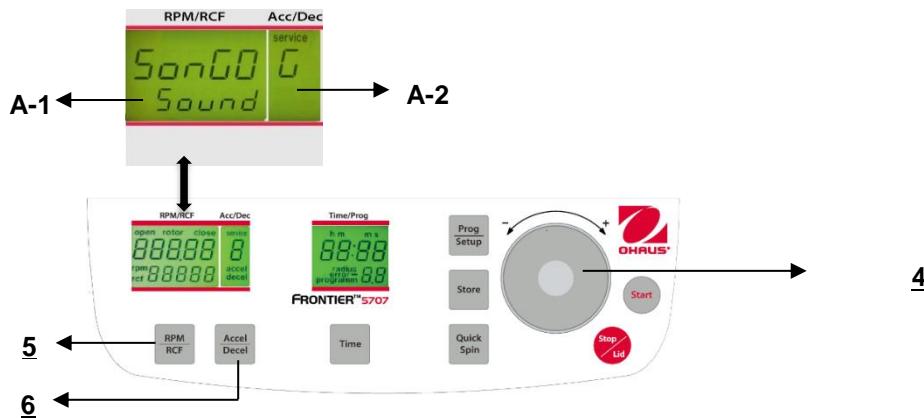

Abbildung. 31
Fahren Sie fort wie unter Punkt 4.1.2 beschrieben, um in den Programmmodus einzutreten und drücken Sie dann die Taste "**Accel/Decel**" (6). Auf der Anzeige blinkt "**Acc/Dec**" (A-2) das Wort "**Service**". Wählen Sie nun den Buchstaben "**G**" mit Hilfe des Anpassungs Wählscheibe (4). Als Ergebnis erscheinen auf der Anzeige "**RPM/RCF**" (A-1) die Worte "**SonGo/Sound**". Nach dem Drücken der Taste "**RPM/RCF**" (5) können Sie mit Hilfe des Anpassungs Wählscheibe (4) ein Lied auswählen. (Siehe Abbildung 31).